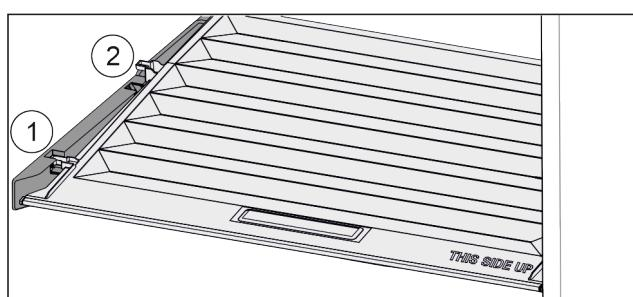

Fig. 24
- ▶ 将盖子向前拉 Fig. 24 (1)至定位件开口。
► 从下方抬起后端并向上将其移出 Fig. 24 (2)。